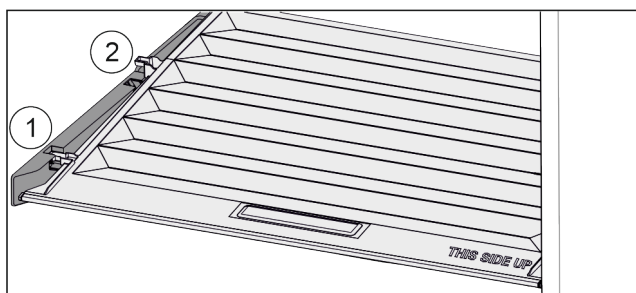

Fig. 72
- ▶ Dra locket framåt Fig. 72 (1) till öppningen i fästdelarna.
- ▶ Lyft det baktill underifrån och ta ut Fig. 72 (2) det uppåt.